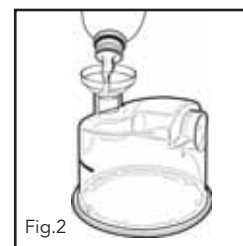

Fig.2
- c. Remplir la chambre d'humidification avec de l'eau jusqu'au trait noir (Fig. 2).